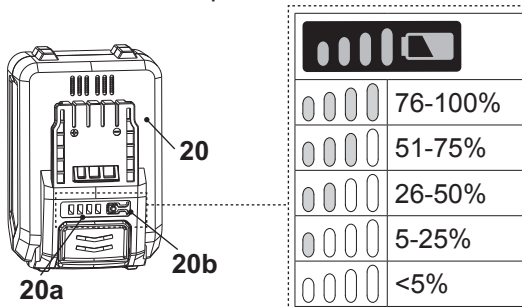

Fig. 11
La batterie (20) est équipée de témoins d'autonomie (20a) qui permettent de donner une indication relative à l'autonomie restante de la batterie. Appuyez sur la touche d'autonomie de la batterie (20b) pour vérifier l'autonomie de celle-ci (Fig. 11). Les LED resteront allumées pendant environ 5 secondes..